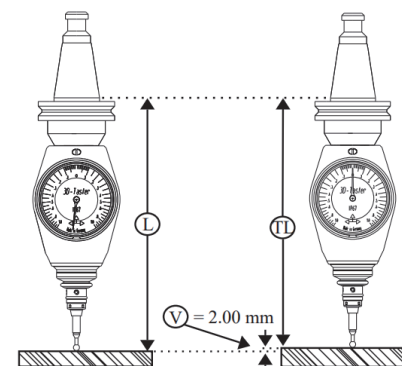

Fig. 1
- Confirme la longitud total efectiva TL de la mesa 3D (Fig. 1)